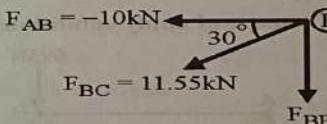

Fig. Ex. 8.3.1(d)
c) Consider joint B (Fig. Ex. 8.3.1(d))